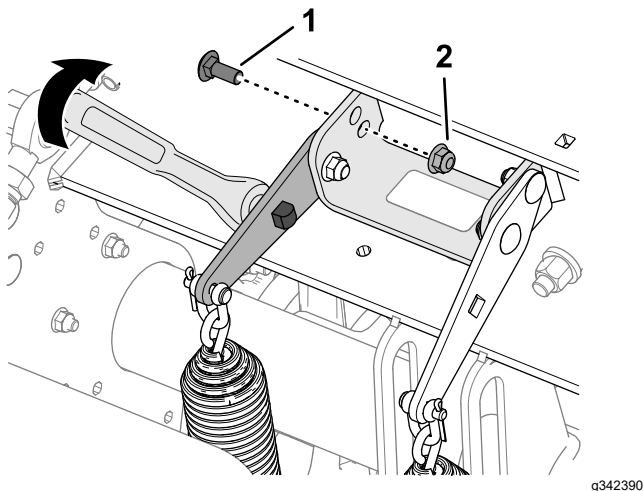

図 110
4. スプリングテンションプレートの四角い穴に 1/2" のラチェットまたはボールを差し込む  図 110。